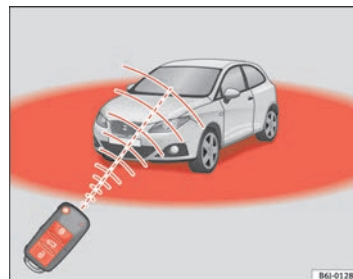

Fig. 44 Radio de acción del mando a distancia por radiofrecuencia
Además, el testigo de la pila de la llave $\Rightarrow$ fig. 44, parpadea.
- El mando a distancia por radiofrecuencia funciona únicamente dentro de su radio de acción ⇒ página 85, fig. 44.